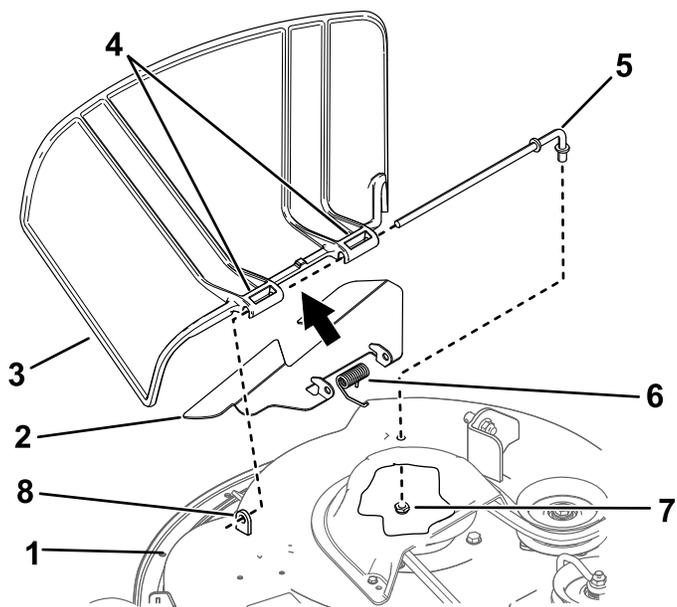

Bild 76
- Nehmen Sie die Mutter ($\frac{3}{8}$ ") aus der Stange unter dem Mähwerk ab (Bild 76).
2. Schieben Sie die Stange aus dem kurzen Vorsprung, der Feder und Drehzapfen (Bild 76).
4. Montieren Sie das neue Ablenkblech (Bild 76).
7. Schieben Sie die Stange durch den zweiten Drehzapfen am Grasablenkblech (Bild 76).
9. Befestigen Sie das hintere Stangenende mit einer Mutter (3/8") am Mähwerk, wie in Bild 76 abgebildet.